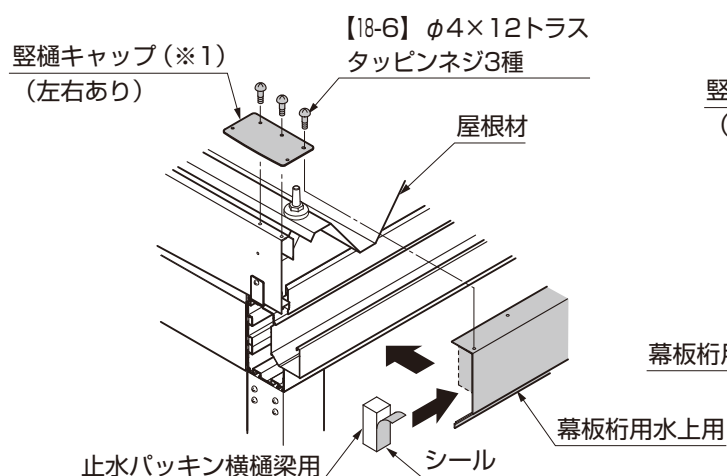

図17-2 A部詳細図
- ④幕板桁用水下用を縦樋キャップに【18-6】で取付けてください。(図17-2参照)